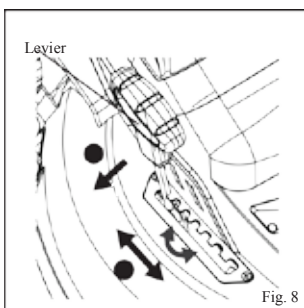

Fig. 8
REMARQUE : Se reporter à la figure 8.
- Pour RÉGLER la hauteur de la lame, saisissez le levier de réglage de la hauteur, tirez sur le côté et faites-le avancer (1).
- Pour ABAISSER OU ÉLEVER la hauteur de la lame, déplacez le levier comme indiqué à la Fig. 8. La hauteur de la tondeuse peut être abaissée en déplaçant le levier vers l'avant et relevée en le déplaçant vers l'arrière (2).